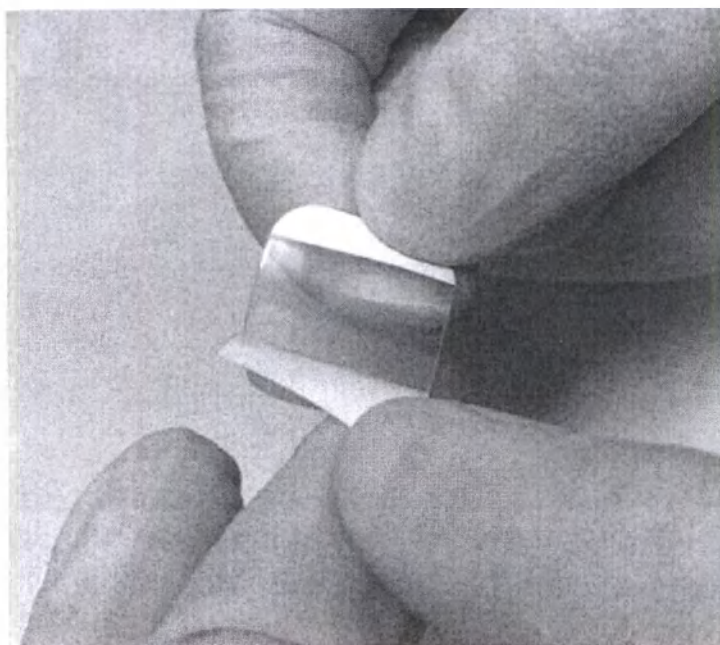

Рисунок 3.11 Снятие бумаги с защитной пленки
7. Отогните часть защитной пленки и снимите ее (рисунок 3.11).